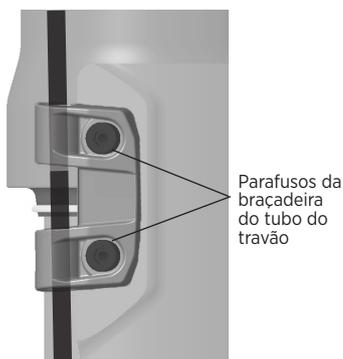

Figura 5: Instalação dos parafusos da braçadeira do tubo do travão
2. Encaminhe o tubo do travão de disco dianteiro ou a caixa do cabo ao longo do interior do tubo inferior esquerdo. Depois, instale o tubo do travão na abertura da braçadeira do tubo do travão. Verifique se o tubo do travão tem um comprimento suficiente na passagem interior para que o tubo superior não entre em contacto com o tubo do travão durante a compressão do garfo. Utilize uma chave Allen de 2,5 mm para instalar os dois parafusos da braçadeira do tubo do travão com folga (Figura 5), visto que serão necessários mais ajustes num passo posterior.